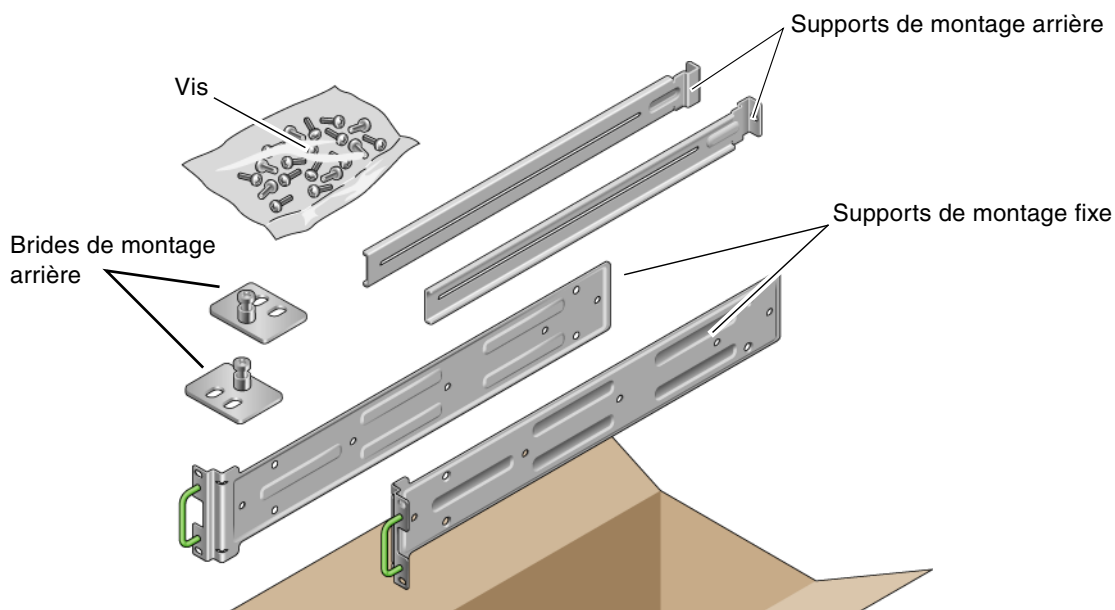

FIGURE 3-1 Contenu du kit de montage fixe pour rack de 19 pouces à 4 montants
1. Retirez les supports de montage fixe du kit de montage en rack (FIGURE 3-1).
4. **Retirez les deux supports de montage arrière du kit de montage en rack (FIGURE 3-1).**
8. Retirez les deux brides de montage arrière du kit de montage en rack (FIGURE 3-1).
Vous avez également besoin des supports de montage fixe du kit de montage en rack standard livré avec le serveur (FIGURE 3-1).
- 1. Retirez les supports de montage fixe et les vis cruciformes à tête plate M5 × de 8 mm du kit de montage en rack standard (FIGURE 3-1).**